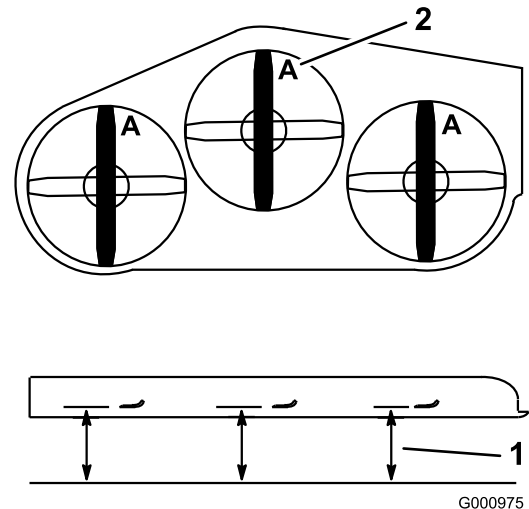

Figura 113
2. Mida desde una superficie nivelada hasta el filo de corte, posición A, de las cuchillas (Figura 113).